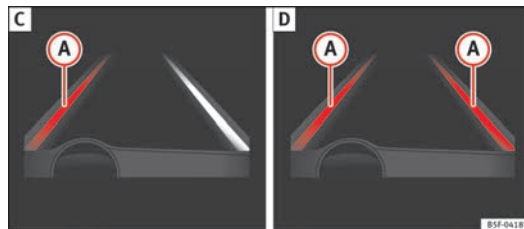

Fig. 146 En la pantalla del cuadro de instrumentos: indicación en la pantalla del sistema de aviso de salida del carril (ejemplo 2).
- El sistema está trabajando, la línea resaltada (A) indica que había riesgo de sobrepasar la línea de carril involuntariamente y está actuando sobre la dirección para corregir la trayectoria ⇒ fig. 146 C.
- Las dos líneas resaltadas (A) se encienden a la vez cuando tenemos las dos líneas de carril reconocidas y la función de guiado central de carril está activada ⇒ fig. 146 D.